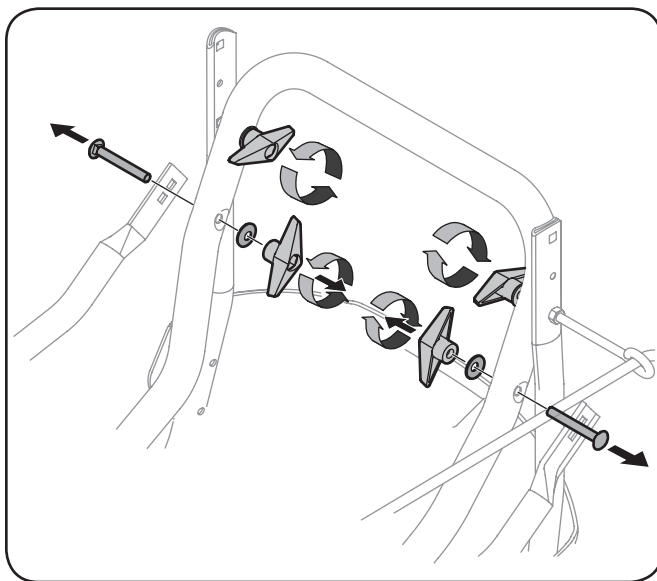

Figura 3-13
2. Retire la tuerca de mariposa inferior, arandela Belleville y perno del carro de cada lado de la manija superior, como se muestra en la Figura 3-13.